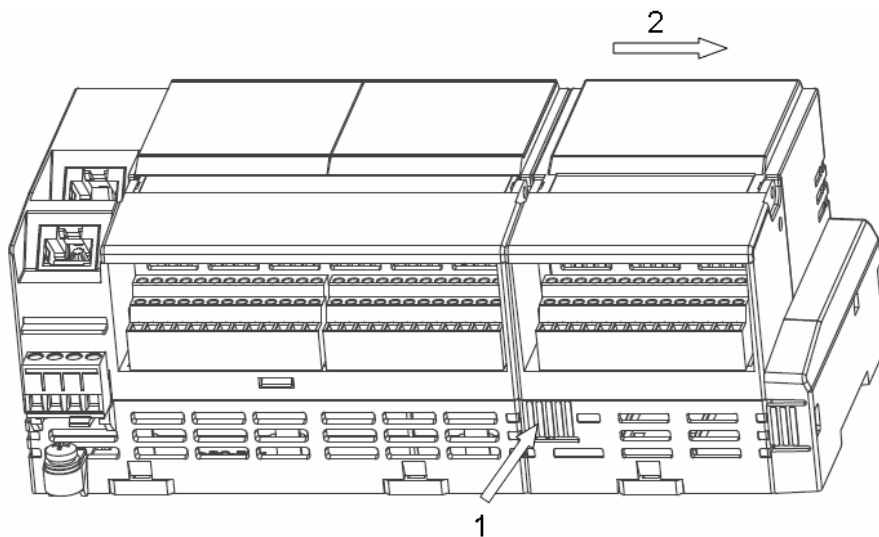

图 3-12 断开模块间的连接
1. 拆卸控制器时，请先将其与右侧模块分开。如图 3-12 中 1 所示，同时按压模块上、下侧连接卡扣所在位置，并向右推动模块（图 3-12 中 2 所示），即可将右侧模块与控制器分开。